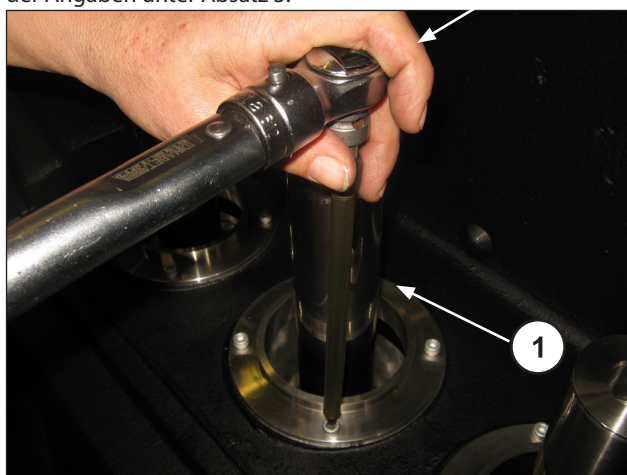

Abb. 161
Drehen Sie die vier Schrauben M6 (Pos. ①, Abb. 161) mit einem Drehmomentschlüssel fest und eichen Sie diese gemäß der Angaben unter Absatz 3.